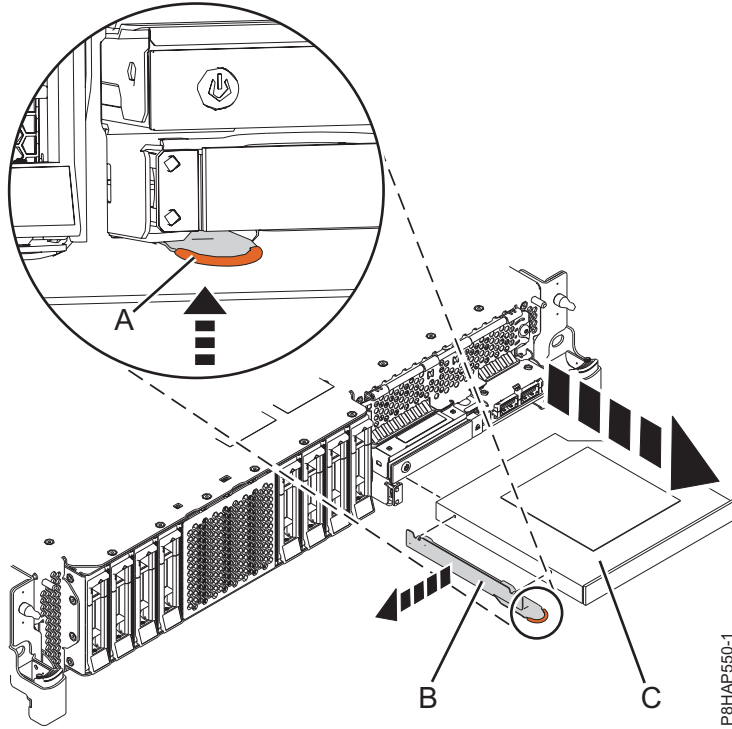
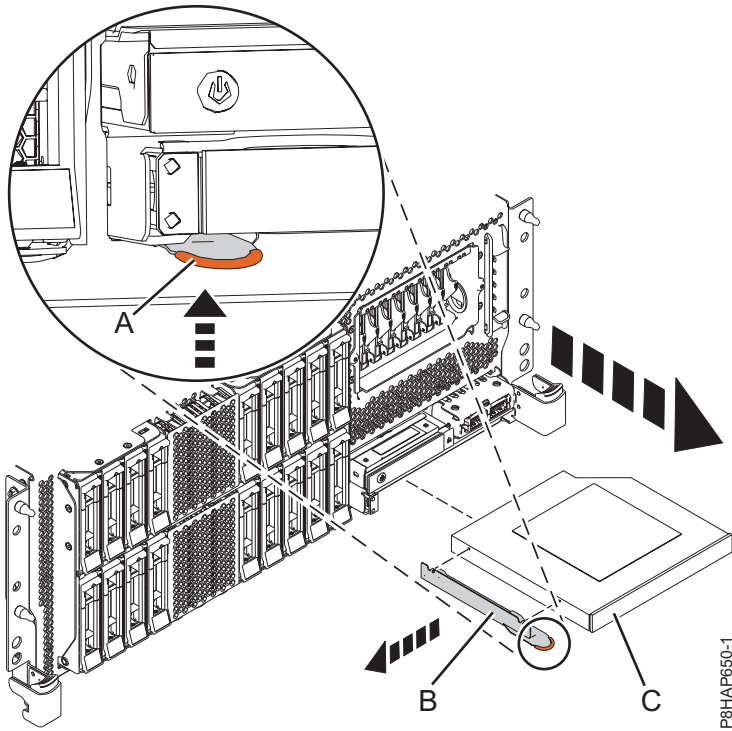
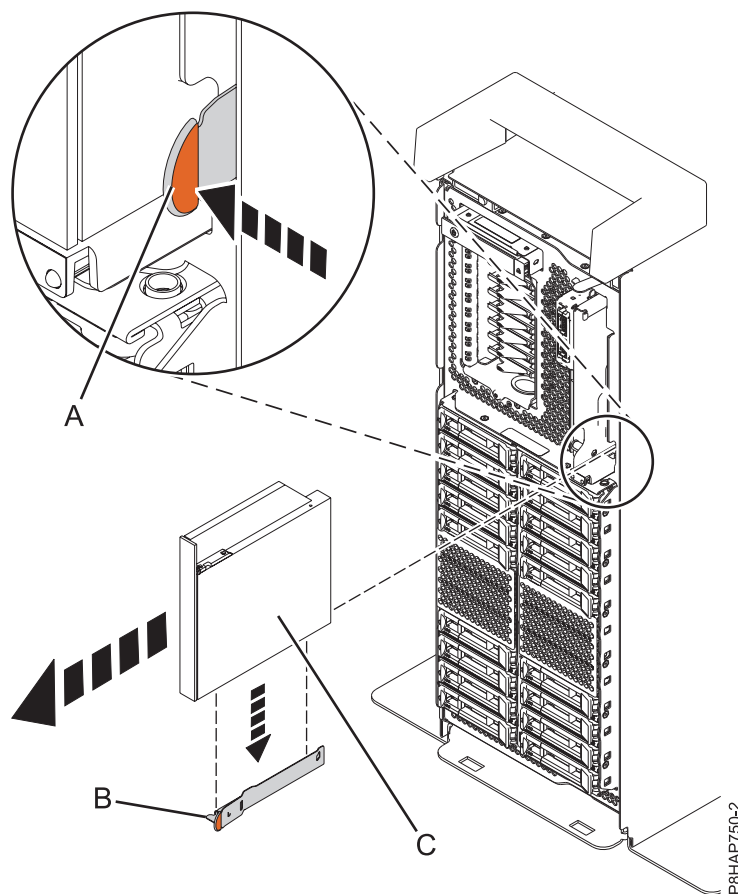

Figure 30. Retrait d'une unité de stockage extra-plate d'un système 8284-21A ou 8284-22A
Figure 31. Retrait d'une unité de stockage extra-plate d'un système 8286-41A ou 8286-42A monté en armoire
Figure 32. Retrait d'un unité de stockage extra-plate d'un système autonome
Pour un système 8284-21A ou 8284-22A, voir figure 30, à la page 40, pour un système 8286-41A ou 8286-42A monté en armoire, voir figure 31, à la page 40, ou pour un système 8286-41A autonome, voir figure 32, à la page 41.
6. Tirez l'unité de stockage extra-plate (C) hors du système, dans le sens indiqué dans figure 30, à la page 40, figure 31, à la page 40 ou figure 32.
7. Si vous retirez l'unité de stockage extra-plate dans le cadre d'une autre procédure de maintenance, ne retirez pas le crochet de fixation (B) de l'unité de stockage extra-plate.
8. Si vous retirez une unité de stockage extra-plate défectueuse et la remplacez par une nouvelle unité de stockage extra-plate, vous devez retirer le crochet de fixation (B) pour l'utiliser avec la nouvelle unité de stockage (média). Retirez le crochet de fixation en tenant le point de contact en terre cuite et en le sortant de l'unité de stockage (média) comme illustré dans figure 30, à la page 40, figure 31, à la page 40 ou figure 32.
9. Conservez le crochet de fixation (B) dans un endroit sûr.